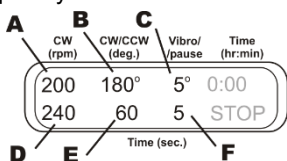

Рисунок 5.
6.9.2 **Вращение + Возвратно-поступательное + Вибродвижение.** Установите скорость (40-1000 об/мин, рис. 5/A) и время (1-250 с, рис. 5/D) вращательного движения. Установите угол поворота (30-360°, рис. 5/B) и время (1-250 с, рис. 5/E) возвратно-поступательного движения. Вращение и возвратно-поступательное движение идут на одной скорости. Установите угол поворота (1-5°, рис. 5/C) и время (1-5 с, рис. 5/F) для вибродвижения. График на рисунке 6 отображает данную программу.